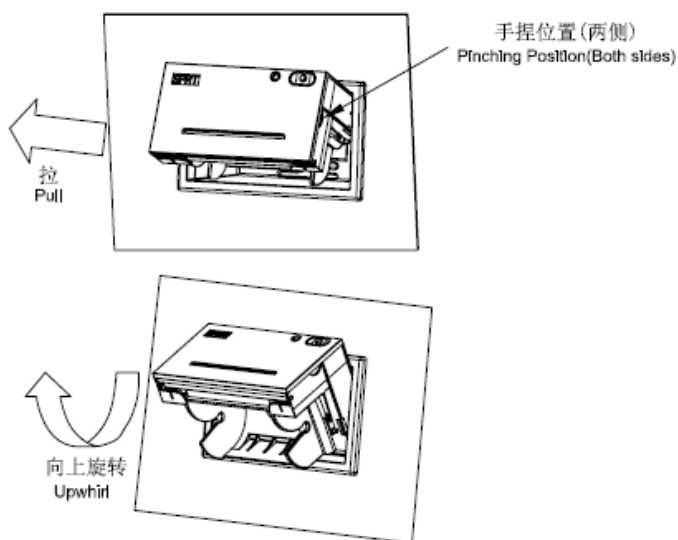

图 2-12
(2) 打印机内壳弹出后，用手捏住两侧向外拉，拉到头后按照图 2-12 所示方向，向上旋转的同时整体向下压，直至卡紧。